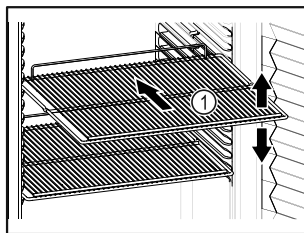

Fig. 60 Primjer izgleda
- Ako su rešetke za polaganje Fig. 60 (1) pomične, prilagodite ih po visini.